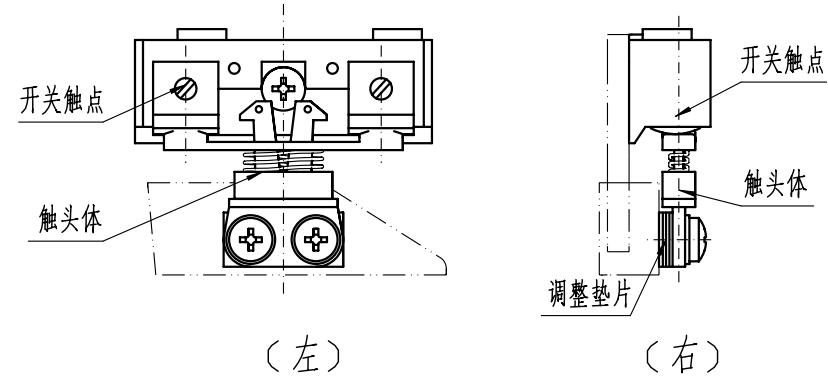

图2
- 如图2所示，在关门到位情况下，锁钩上的开关触点与固定体上的触头体可靠接触。在图2(左)中，开关触点与触头体中心线应对齐，若有偏差，应调整调节螺栓；在图2(右)中，开关触点与触头体侧面中心线应对齐，若有偏差，应调整固定件后面的调整垫片厚度。保证门锁锁钩与固定件在打开与闭合过程中无任何卡阻。